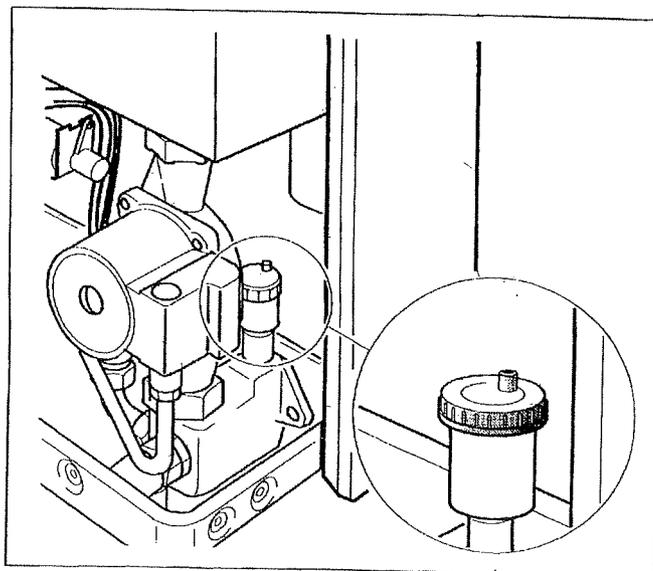

Fig. 13 Sfiatore automatico
- ◆ Per eliminare anche l'aria residua, svitare di un giro il coperchio dello sfiatore automatico (Fig. 13).